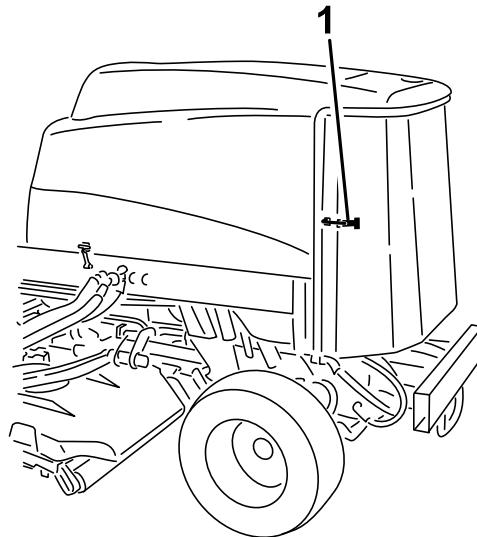

Figura 111
2. Destranque e abra o painel traseiro (Figura 111).